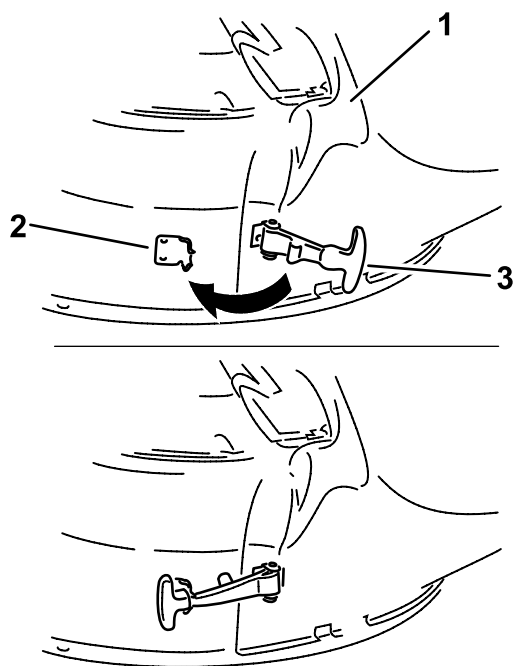

Figura 23
7. Zakačite fleksibilnu bravu na bacaču za sigurnosnu kopču zavarenu za kućište kosilice (Figura 23).